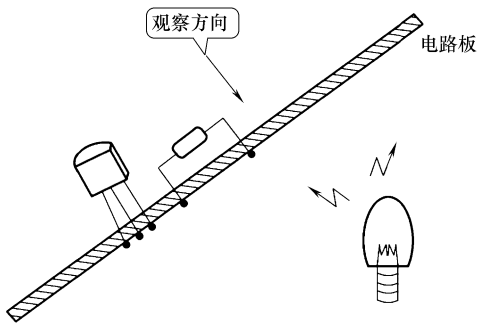

图 3-41 观察电路板示意图
- 6) 观察电路板上元器件与铜箔电路连接情况、观察铜箔电路走向时，可以用灯照着，如图3-41所示，将灯放置在有铜箔电路的一面，在装有元器件的一面可以清晰、方便地观察到铜箔电路